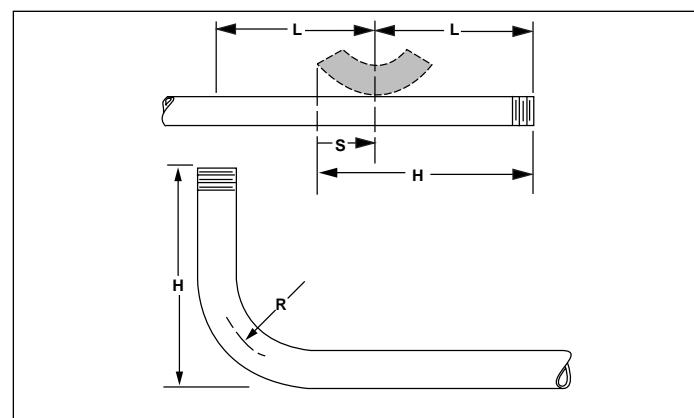

Figure 5
1. Marquer les dimensions de relevage (**H**) souhaitées sur la longueur droite du tuyau (voir figure 5).